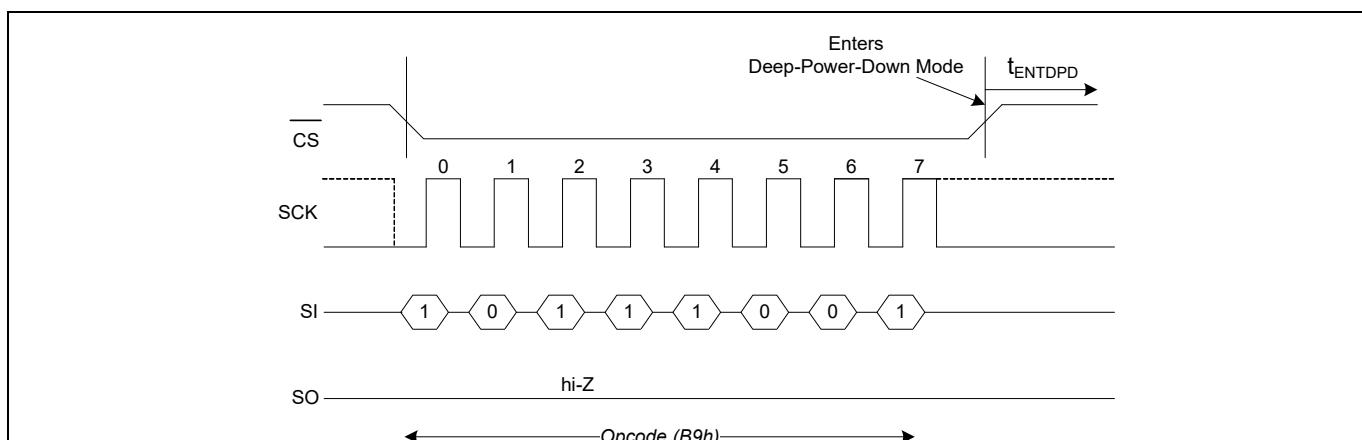
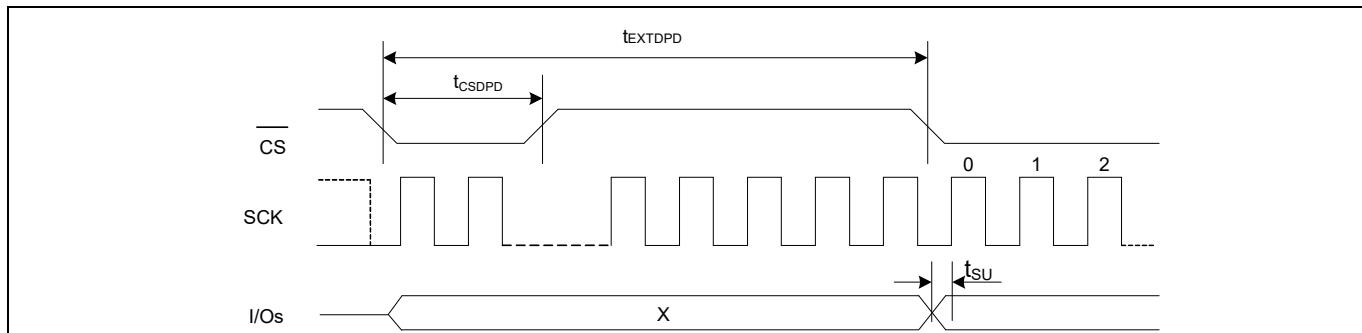

Figure 99 SPI モードでの DPD の開始
Figure 102 SPI モードでの DPD の終了
t_{CSDPP} の \overline{CS} パルス幅またはハードウェアリセットは t_{EXTDPD} 時間後に DPD モードを終了します。 \overline{CS} パルス幅は、ダミーコマンドサイクルを送信するか、または SCK と I/O がドントケアになっている間に CS のみをトグルすることによって生成できます。ディープパワーダウン モードからの復帰中は、I/O は Hi-Z 状態のままでです。DPD の開始タイミングについては Figure 99 を、DPD の終了タイミングについては Figure 102 を参照してください。
- Figure 99 に示されているタイミング詳細は、DPI および QPI モードでそのまま適用できます。